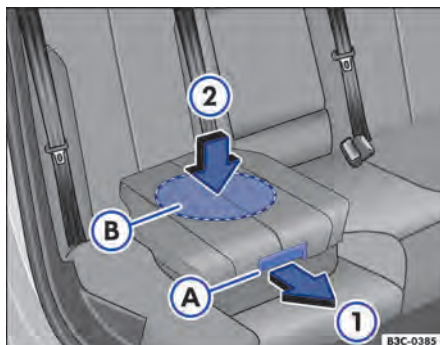

Fig. 88 Cadeira de criança integrada: rebater o estofamento do banco de volta.
- Pela alavanca de destravamento ⇒ **Fig. 88 A**, puxar o estofamento do banco para frente no sentido da seta **1**.
Ao rebater a cadeira de criança integrada de volta, pressionar somente no meio do estofamento do banco ⇒ **Fig. 88 2**. Caso contrário, o estofamento do banco pode emperrar e não ser travado de maneira segura.